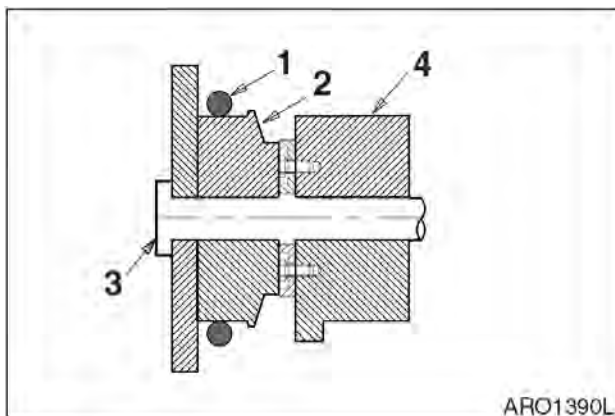

Рис. 96
2. Переместить старую уплотнительную прокладку (1, рис. 96) на выступ (2) вокруг пальца ковша (3). Удалить палец ковша и убрать рукоять или звено подвески ковша (4), чтобы они не мешали.
4. Выровнять рукоять или звено подвески с отверстием пальца ковша и вставить палец ковша (3, рис. 96).